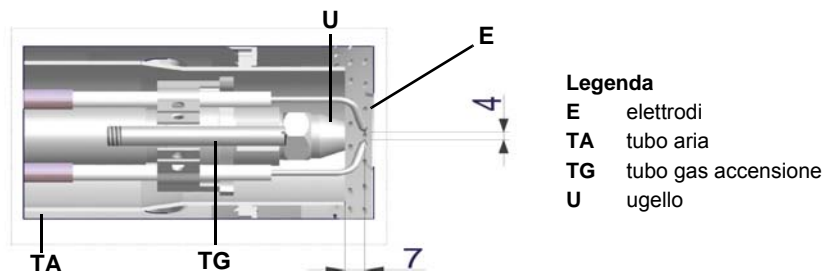

Fig. 31
**ATTENZIONE:** per non compromettere il funzionamento del bruciatore, evitare il contatto degli elettrodi con parti metalliche (testa, bocchaglio, ecc). Controllare la posizione degli elettrodi dopo ogni intervento di manutenzione sulla testa di combustione. Controllare, inoltre, che l'ugello sia allineato con l'estremità del tubo dell'aria **TA** - vedi Fig. 31).
**4.5 Attenzione:** per regolare la posizione dell'ugello rispetto al tubo dell'aria (Fig. 31), agire sulla vite **VU**, dopo avere bloccato la vite **VL** (figura sotto). **Regolazione posizione degli elettrodi e dell'ugello**
Regolare la posizione degli elettrodi e dell'ugello, rispettando le quote indicate in Fig. 31.